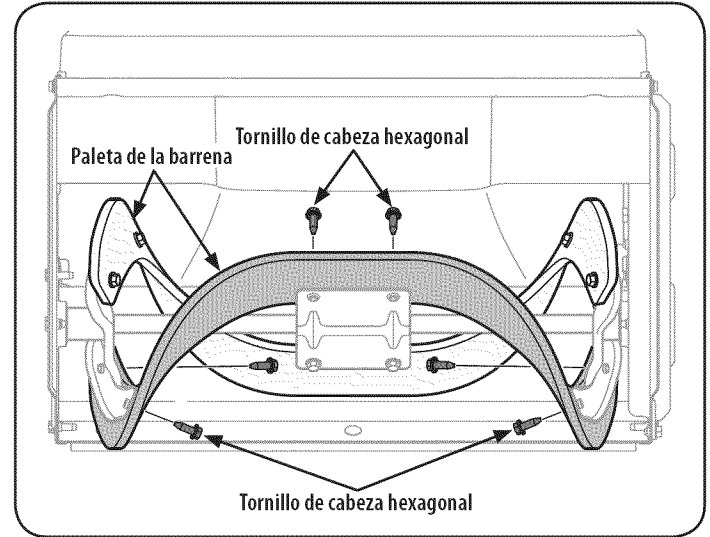

Figura 19
Para cambiar las paletas de caucho, proceda como sigue y consulte la Figura 19:
3. Saque las paletas de caucho ya existentes para lo cual desenrosque los tornillos de cabeza hexagonal que las unen a la barrena. Vea la Figura 19.